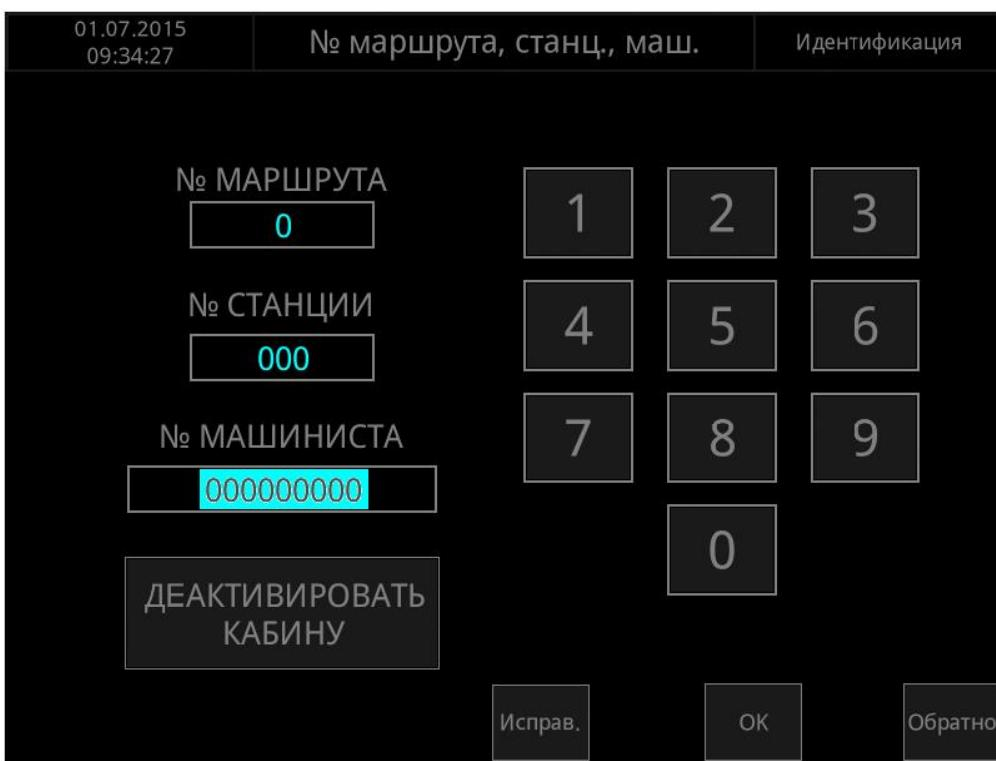

Рис.21
- нажать кнопку «ОК», включится реле управления при помощи компьютера системы верхнего уровня, изменится текст поля «АКТИВИРОВАТЬ КАБИНУ» на «ДЕАКТИВИРОВАТЬ КАБИНУ», Рис.21;
- нажать кнопку «ОК», выключится реле управления, изменится текст поля «ДЕАКТИВИРОВАТЬ КАБИНУ» на «АКТИВИРОВАТЬ КАБИНУ», Рис.21;